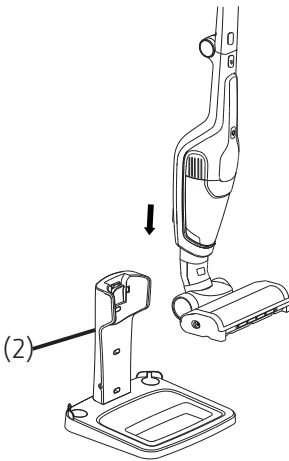
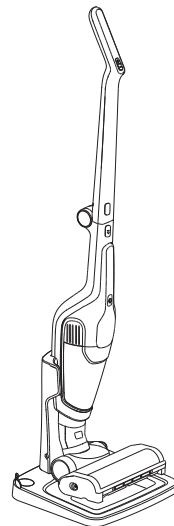

Fig. 5-2a
Fig. 5-2b
3. Lyft apparaten och sätt den på laddaren, se till att uttaget på huvuddelen (1) täcker laddningsstället (2) (fig. 5-2a). Nu tänds den elektriska volymindikatorn och apparaten går in i laddningstillstånd, alla laddningsindikatorer tänds i ungefär en minut och släcks sedan när laddningen är klar. (se fig. 5-2b)